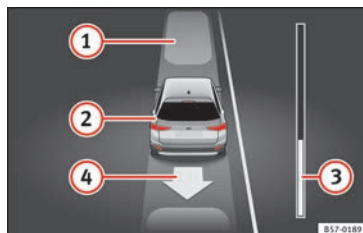

Fig. 222 Sul display del quadro strumenti: uscire da un parcheggio in linea.
Legenda della **fig. 222**:
7.	OPPURE: spostarsi in retromarcia finché nel display del quadro strumenti non comparirà l'indicazione di spostarsi con la marcia in avanti. La barra di avanzamento » fig. 222 ③ indica la distanza che si deve percorrere » pag. 271.